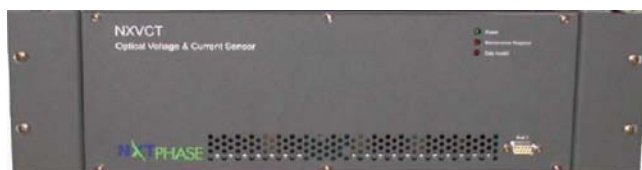

Рис.6 Электронно-оптический блок
1.5.1 Электронно-оптический блок (рис.6) содержит электронные модули, предназначенные для опроса оптических датчиков, обработки сигналов, самодиагностики и вывода данных (цифровой или низкоуровневый аналоговый интерфейс). Блок может содержать следующие модули: